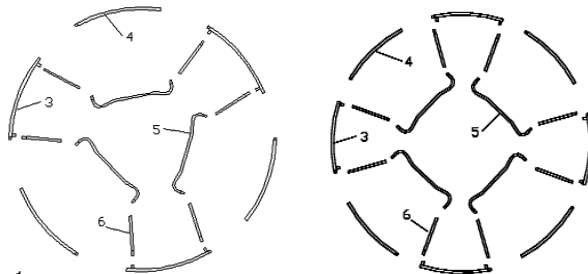

figura. 1
A. Collocare in cerchio tutti i pezzi come indicato (figura 1)